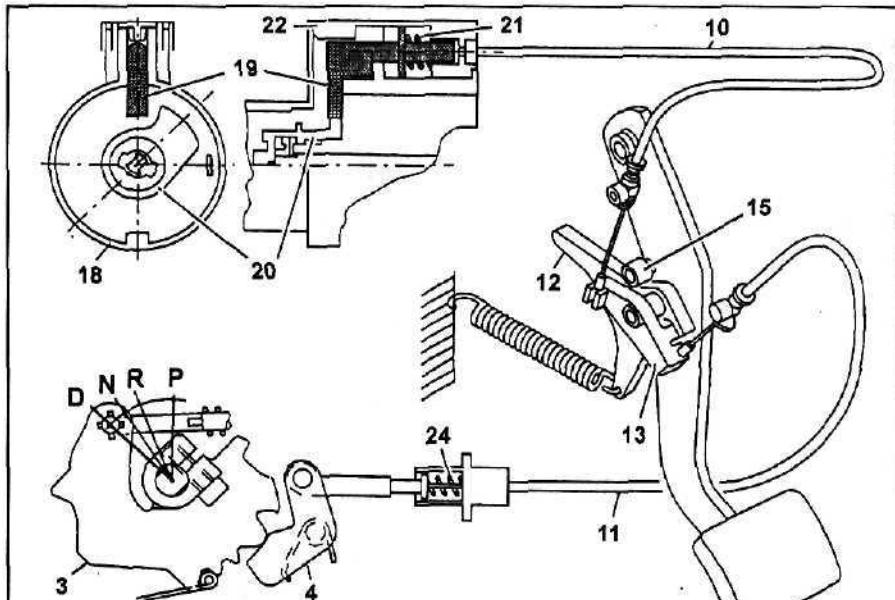

Рис. 11.
Этот механизм не позволяет извлечь ключ зажигания в случае, если рычаг выбора диапазона не установлен в положение "P". Если рычаг выбора диапазона не находится в положении "P" и педаль тормоза не нажата, то блокировочный рычаг (4) располагается на выступе храповика (3) (рис. 11). С помощью тросов блокировочная собачка (19) удерживается в таком положении, что не позволяет запирающему кулаку (20) вращаться против часовой стрелки. В результате ключ зажигания невозможно повернуть в положение "0". При этом пружина (21) находится в сжатом состоянии.